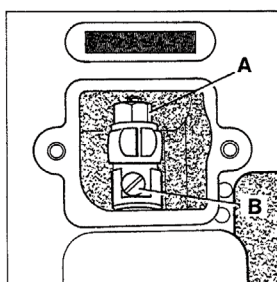

Fig. 12
To change the stitch length, remove the cover plate located below the serial number of the machine. Loosen lock nut (A, Fig. 12) and turn stitch length adjusting screw (B) clockwise to shorten stitch or counterclockwise to lengthen it. After adjustment, retighten lock nut (A) and replace the cover plate.
Lösen Sie die Mutter (A, Fig. 12) und drehen die Stichlängenstellschraube (B) im Uhrzeigersinn, um den Stich zu verkürzen oder im Gegenuhrzeigersinn, um ihn zu verlängern. Ziehen Sie die Mutter (A) nach dieser Einstellung wieder an und schrauben den Deckel wieder auf.